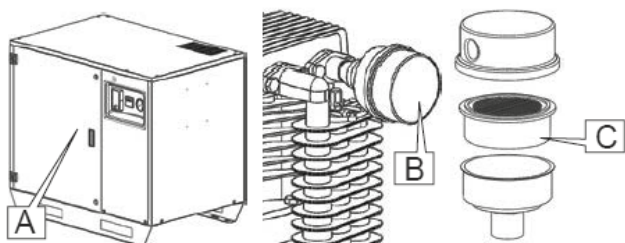

Fig. 13
- 3 Oscail an doras leis an eochair atá feistithe ann Pos. A Fig.13.
- 4 Díscrú an caipín pos.B Fig.13, bain an datha agus cuir ceann nua ina áit.